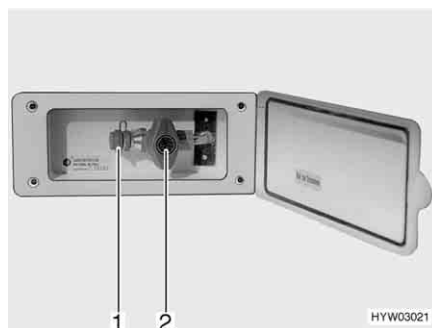

Bild 127 Extern gasanslutning, gasavstängningsventilen stängd
Den externa gasanslutningen (Bild 127) befinner sig, beroende på modell, på fordonets bakdel eller på fordonets vänstra resp. högra sida.
- Anslut den externa gasapparaten till anslutningar (Bild 127,1).
- Öppna gasavstängningsventilen (Bild 127,2).